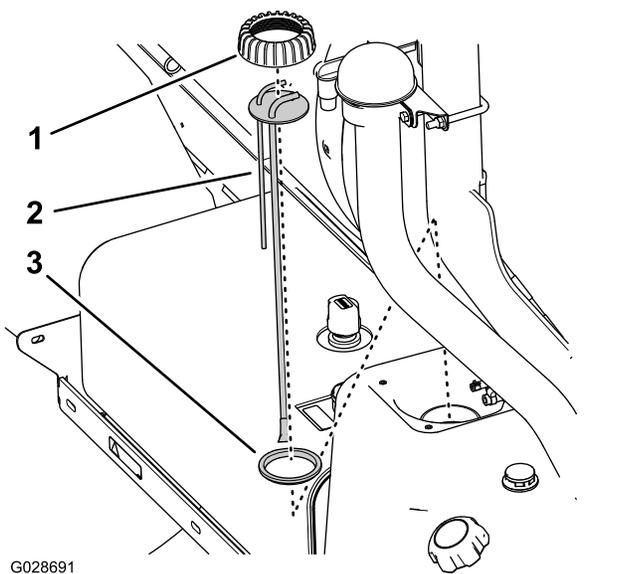

Figura 78
5. Rode a tampa da coluna de alimentação de combustível no sentido contrário ao dos ponteiros do relógio e, em seguida, retire a tampa (Figura 78).
6. Levante o conjunto da coluna de alimentação do depósito de combustível (Figura 78).
1. Monte a tampa da coluna de alimentação por cima da coluna de alimentação e a coluna de alimentação no vedante (Figura 78).
2. Alinhe a tampa, coluna de alimentação e vedante no depósito e insira, cuidadosamente, o novo conjunto da coluna de alimentação no depósito de combustível (Figura 78).
3. Enrosque a tampa no tubo do depósito de combustível e aperte bem a tampa à mão (Figura 78).